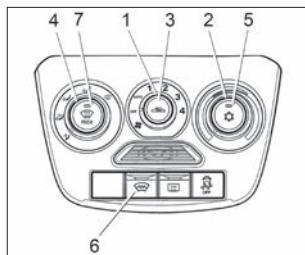

Рис. 39. Блок управления климатической системой (в вариантом исполнении)
2. Включите вентилятор, установив **рукоятку 1** (см. рис. 39) в одно из положений «1», «2», «3» или «4».
Для установки желаемой температуры воздуха в салоне поверните **рукоятку 2** (см. рис. 39) по часовой стрелке для повышения, против часовой стрелки для понижения. Температура будет поддерживаться автоматически в пределах производительности климатической установки и установленного допуска.
2. Поверните **рукоятку 2** (см. рис. 39) против часовой стрелки в левое положение до упора (синяя точка на блоке управления).
4. **Рукояткой 1** (см. рис. 39) включите максимальную скорость вентилятора климатической установки (положение «4»).
С помощью **рукоятки 2** (см. рис. 39) можно установить желаемую температуру воздуха в салоне. Климатическая система будет автоматически поддерживать установленную температуру воздуха в салоне в пределах производительности климатической установки и установленного допуска.
Для очистки ветрового и передних боковых стекол от запотевания, обмерзания или наружного обледенения в автоматическом режиме установите **рукоятку 1** управления вентилятором климатической системы в положение «**AUTO**», нажмите **кнопку 7** (см. рис. 39) с символом  **max**. Климатическая система автоматически:
Для включения/выключения ЭОВС нажмите **кнопку 6** (см. рис. 39), при включении загорается индикатор на кнопке выключателя. Контрольный световой индикатор, расположенный на кнопке выключателя, будет светиться желтым светом в течение всего времени работы системы электро-